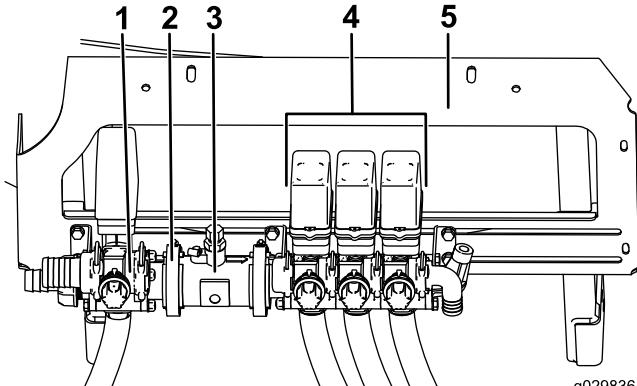

Bild 1
2. Lösen Sie die Schrauben (nicht abnehmen), mit denen das Abschnittventil an der Befestigungshalterung befestigt ist (Bild 1).
3. Lösen Sie die vorhandene Schneckenschraubschelle, mit der das Rührwerkventil am Durchflussmesser befestigt ist (Bild 1).